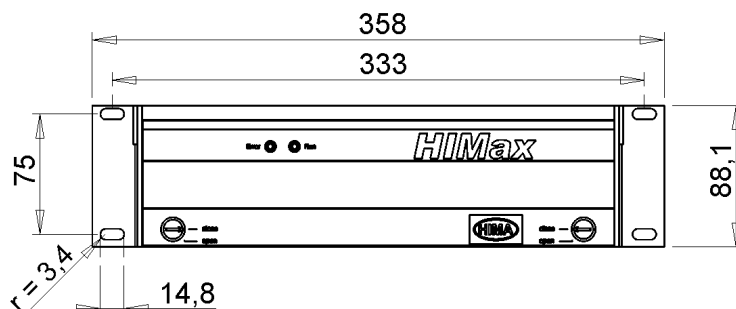
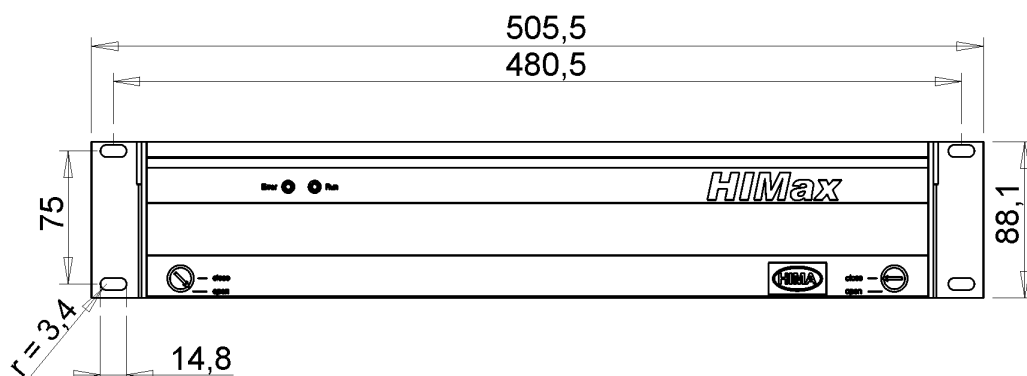
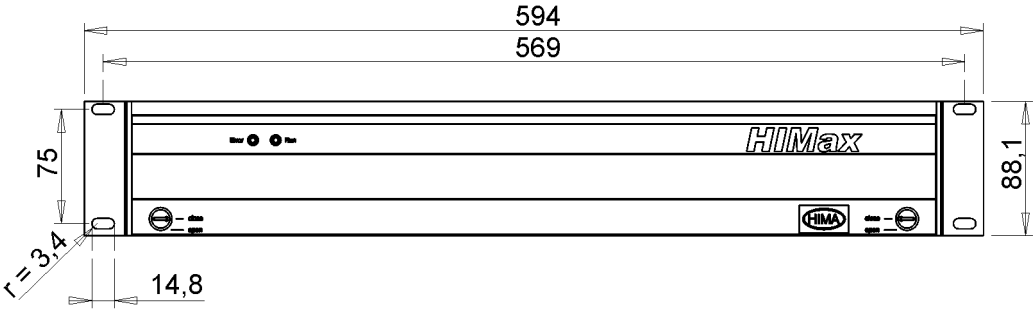

Fig. 7: Plano de medidas de los ventiladores de sistema 10 01 y 10 03
Fig. 8: Plano de medidas de los ventiladores de sistema 15 01 y 15 03
Fig. 10: Plano de medidas de los ventiladores de sistema 18 01 y 18 03
2. Consulte las distancias y los agujeros roscados en los planos de medidas. Véase Fig. 7, Fig. 8 y Fig. 10.